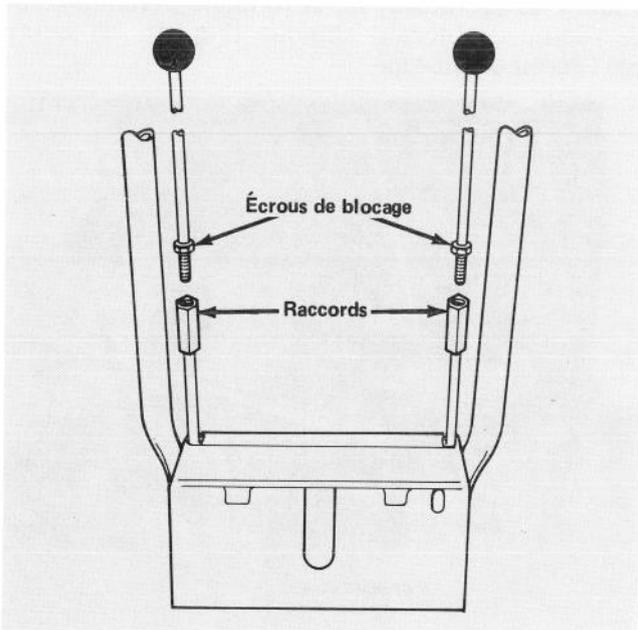

Figure 6
2. Vissez à fond (Fig. 6) les écrous de blocage ou d'arrêt sur les tiges d'embrayage des roues, puis vissez les tiges dans leurs raccords (Fig. 6) jusqu'à ce que les tiges du haut touchent les tiges du bas dans les raccords. Ensuite, enfoncez solidement les écrous de blocage sur les raccords.